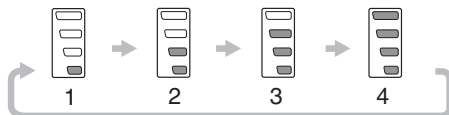

Fig. 16
- (1) Sélecteur de mode Haut/Bas (Fig. 16)